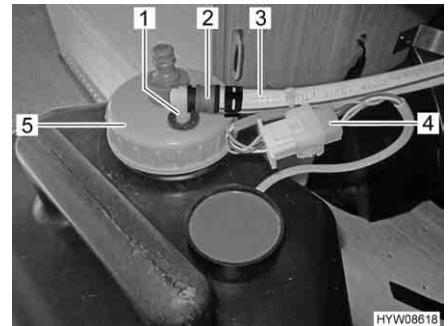

Fig. 65 Collegamenti serbatoio delle acque grigie
- Ritrarre il giunto rapido (Fig. 65,2) sul dispositivo di troppo-pieno del serbatoio delle acque grigie (Fig. 65,1) e rimuovere il tubo flessibile del troppo-pieno (Fig. 65,3).
- Staccare il collegamento del cavo (Fig. 65,4).
- Svitare il coperchio con i collegamenti (Fig. 65,5).